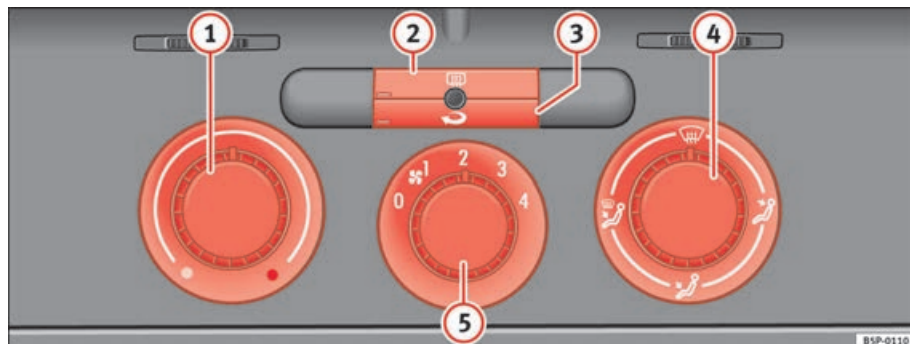

Fig. 128 Sulla plancia portastrumenti: i comandi del riscaldamento
- Le manopole ⇒ fig. 128 ① e ④ e la manopola ⑤ servono rispettivamente a impostare la temperatura desiderata, a indirizzare il flusso d'aria e a selezionare il livello di potenza della ventola.
- Per attivare o disattivare una funzione bisogna premere il tasto corrispondente ② o ③. Quando la funzione è attiva, la spia situata nell'angolo in basso a sinistra del tasto si illumina.